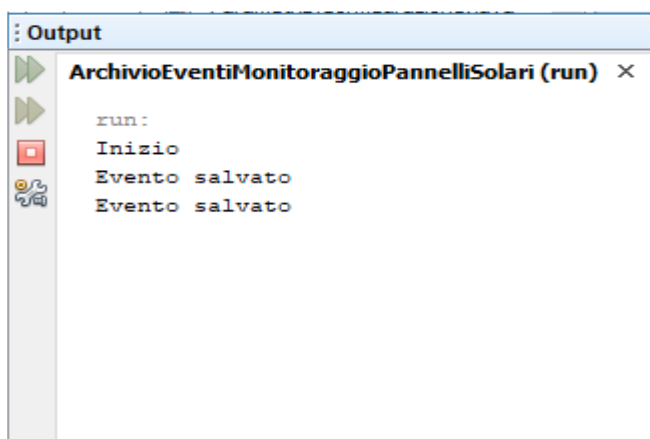

Fig.6
6) **Azioni Registrate:** Le azioni dell'utente all'interno della finestra (avvio, chiusura, click su 'Importa Dati' ecc.) vengono memorizzate in un file di log 'ArchivioLogXML'. Ogni volta che l'utente compie un'azione questa viene mandata al server di log (Fig.6). La particolare azione viene salvata nel file di log con le info visibili dalla figura Fig.7